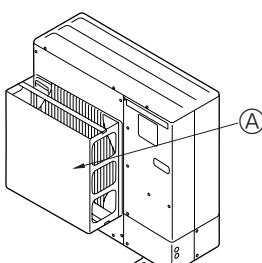

Fig. 2-3
② Τοποθετήστε έναν προαιρετικό οδγό αέρα, αν πρόκειται να εγκαταστήσετε τη μονάδα σε σημεία όπου υπάρχει το ενδεχόμενο να φυσάνε απευθείας στο στόμιο εξαγωγής του αέρα πολύ δυνατοί άνεμοι κτλ. (Fig. 2-3)